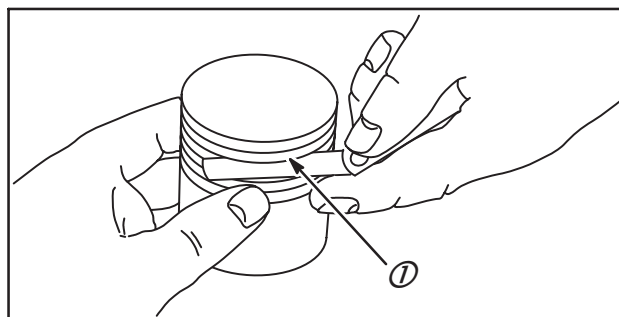

Fig. 5
2. Placer un segment NEUF dans la gorge et mesurer l'espace entre le segment et la gorge (1). S'il est possible de faire passer une cale de 0,18 mm, Modèles 60000 à 130000, ou de 0,23 mm, Modèles 170000 à 320000, le piston est usé et doit être remplacé, Fig. 5.